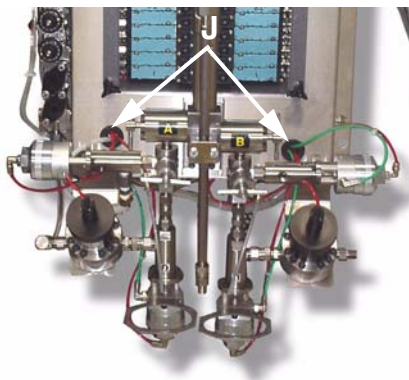
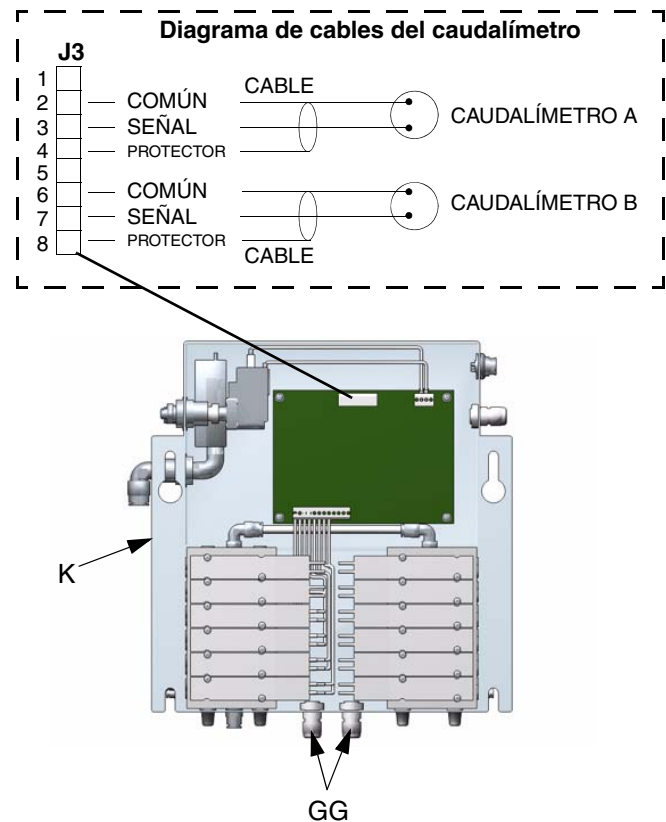

FIG. 19
FIG. 20
- Pase los cables de señal a través de los orificios (J - FIG. 19) del panel de fluido Smart y dentro del recinto a través de los alivios de tensión (GG - FIG. 20). Deje suficiente flojedad en el cable de forma que pueda levantar el recinto (K) para revisarlo.
- Vea FIG. 20 para obtener información sobre las conexiones eléctricas.